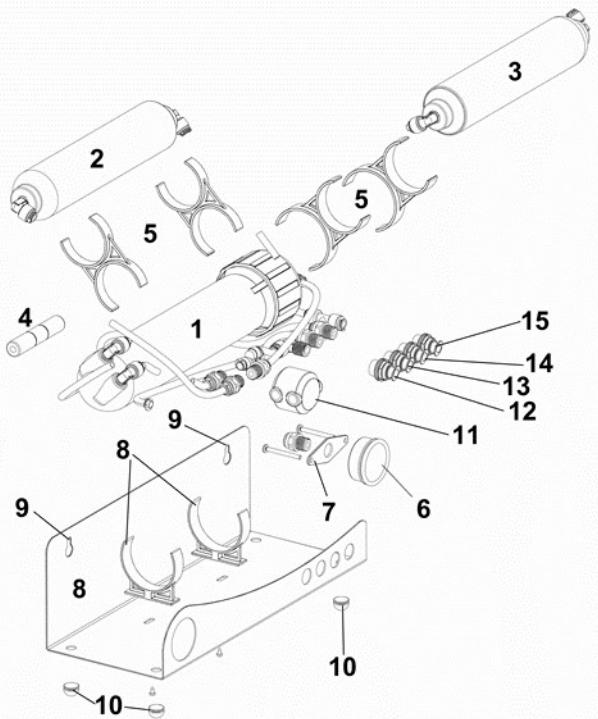

Fig. 1:
Let op: Voor de eerste in gebruik name dient het geactiveerde koolstof filter (Fig. 1, No. 3) eerst gespoeld te worden en dan pas bevestigd te worden aan de membraan behuizing!
2. Verbind de afvalwater slang (Fig. 1, No. 14) d.m.v. de bijgesloten klem (Fig. 2, No. 1), de afvalwaterslang kan ook direct aangesloten worden aan een geschikte afvalwaterpijp. U dient dan vooraf een gat te boren van ca. 5 mm. De vierkante afdichting (Fig. 2, No. 2) dient geplaatst te worden tussen de klem en het boorgat. Echter, om het risico van bacteriële besmetting te voorkomen, wordt aanbevolen om de afvalwaterslang aan de afvalwater pijp te bevestigen, maar deze liever in de afvoer te laten druppelen.
3. Sluit de opslagtank aan voor het osmose water (Fig. 1, No. 13).
4. Een waterkraan voor osmose systemen (niet bijgesloten) kan verbonden worden aan de tweede osmose water uitgang (Fig. 1, No. 15), er van uitgaande dat er een druktank (niet bijgesloten) aan de eerste uitgang (Fig. 1, No. 13) is bevestigd.
De easy line professional heeft een afsluiter (Fig. 1, No. 11) die geactiveerd wordt bij tegendruk b.v. door een gesloten stromingsklep of als een osmose druktank de water toevoer afsluit.